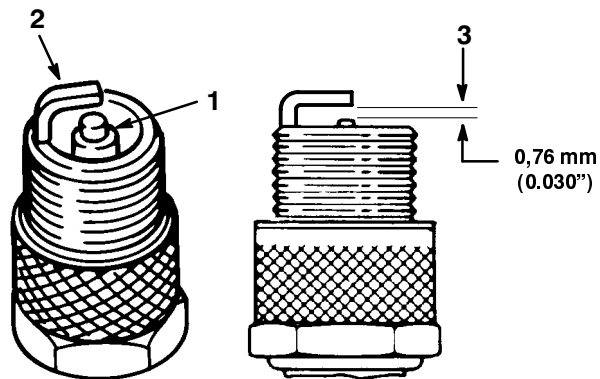

Figure 26
1. Inspecter le centre de la bougie (Fig. 26). Si le bec de l'isolateur est recouvert d'un léger dépôt gris-brun, le moteur fonctionne correctement. S'il est couvert d'un dépôt noir, c'est généralement signe que le filtre à air est encrassé.
2. Contrôler l'écartement entre l'électrode centrale et l'électrode latérale (Fig. 26). Courber l'électrode latérale (Fig. 26) si l'écartement est incorrect.